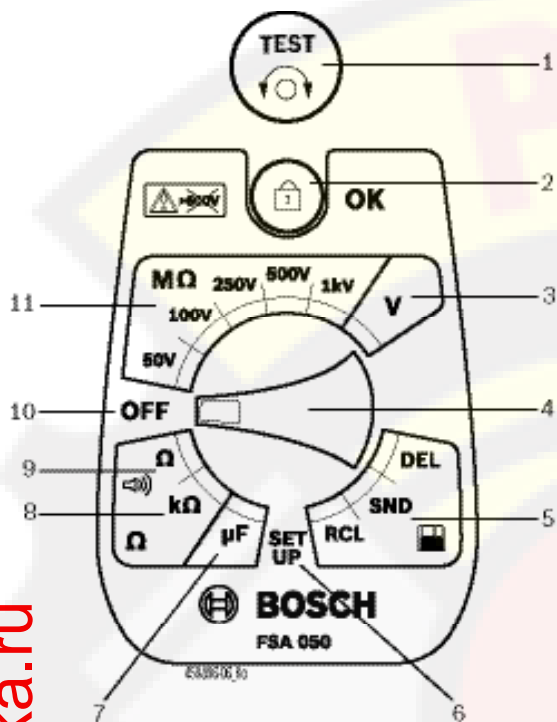

Рис. 2: Поворотный выключатель/кнопки
1. Установите поворотный выключатель на <Настройка> (Рис. 2, Поз. 6).
2. Нажмите <TEST> (Рис. 2, Поз. 1) приблизительно 2 секунды.
4. Нажмите </OK> чтобы сохранить необходимое значение (Рис. 2, Поз. 2).